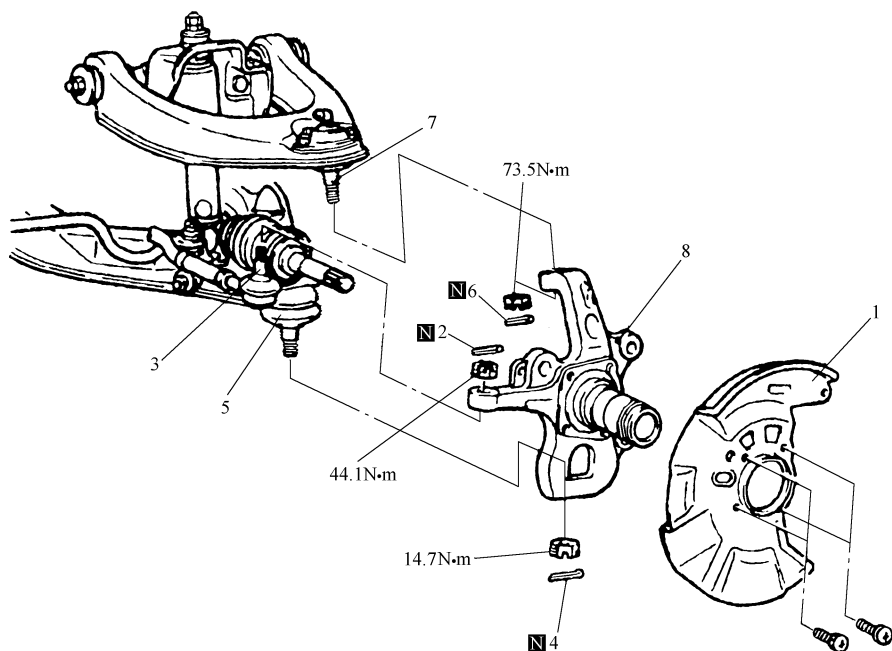

图 4-18 转向节臂的分解
6) 转向节臂的拆装：拆卸转向节臂前，先拆下轮毂。转向节臂的分解如图 4-18 所示。